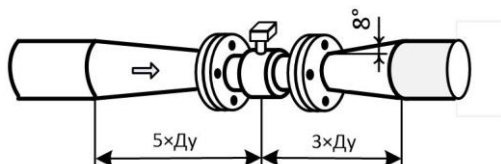

Рисунок 5.2 – Примеры применения сужений/расширений
**Использование сужений или расширений** на входе и выходе допускается, если диаметр трубопровода не соответствует внутреннему диаметру ( $D_u$ ) сенсора. Конусность перехода не должна превышать  $8^\circ$  (рисунок 5.2).